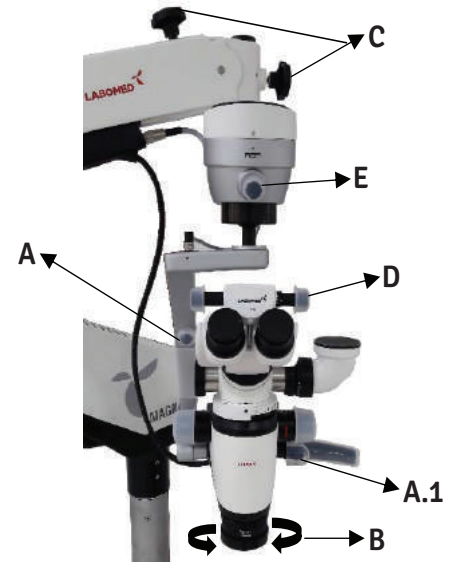

Fig. 19
- Optimiser la position du bras d'équilibrage automatique (ABA) par des mouvements d'embrayage comme illustré en (A) et (A.1) pour obtenir le champ de vision adéquat comme indiqué dans la Fig. 19.
- La distance de travail souhaitée peut être obtenue A par la rotation de la bague indiquée en (B) sur la lentille de focalisation variable. Une mise au point fine peut être effectuée par la même bague comme indiqué dans la Fig. 19.
- Après la mise au point, verrouiller le bras pivotant, le bras de suspension et les mouvements du bras ABA à l'aide des boutons de verrouillage (C) comme illustré dans la Fig. 19.
- Régler la distance pupillaire (PD) des oculaires à l'aide du bouton de réglage de la PD indiquée en (D) de la Fig. 19.
- L'éclairage est contrôlé par le bouton de commande de l'intensité comme illustré (E). Faire pivoter dans le sens horaire ou anti-horaire pour atteindre le niveau de luminosité souhaité comme indiqué dans la Fig. 19.
- Utiliser la mise au point fine en tournant la bague (B) pour obtenir une mise au point fine comme indiqué dans la Fig. 19.
- Utiliser les boutons d'embrayage comme illustré (A) sur le bras de support et (A.1) sur la poignée pour centrer de la zone d'intérêt dans le champ de vision comme indiqué dans la Fig. 19.